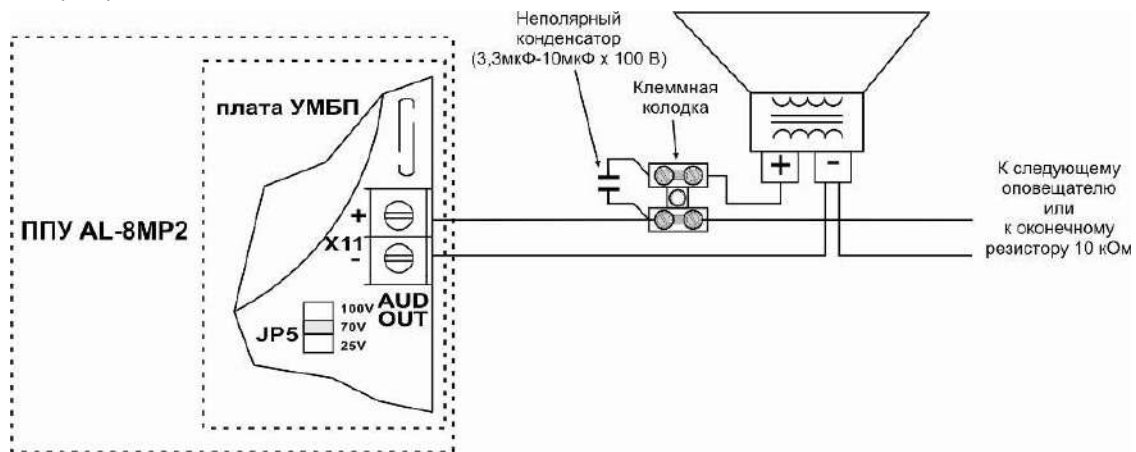

Рис.30
**Пример:** Схема подключения речевого оповещателя (без встроенного неполярного конденсатора) к линии оповещения через внешний блокиратор показана на Рис.30.